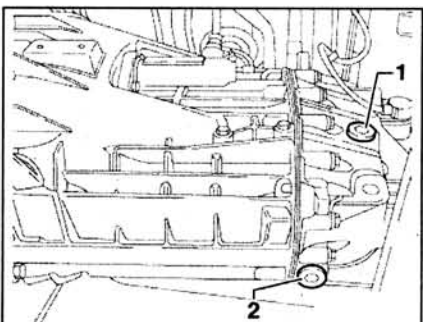

Рис. 1.137. Очистите поверхность вокруг заливной 1 и сливной 2 пробки.
1. Очистите поверхность вокруг заливной 1 и сливной 2 пробки (рис. 1.137).